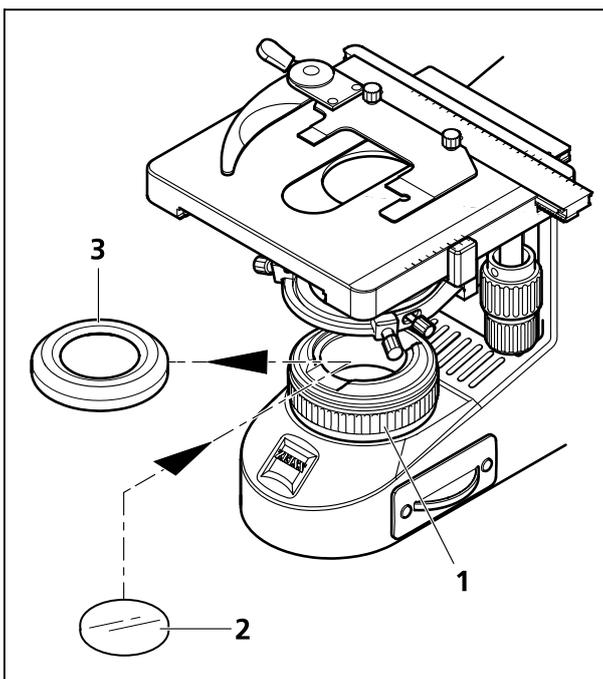

图12 插入滤色片
- 把视场光栏保护帽(图 12/3)(图 12/1)拧下来。
- 所需的滤色片 - 黄、绿、或蓝 - (图 12/2)放在视场光栏的支撑面上，再拧盖上保护帽。